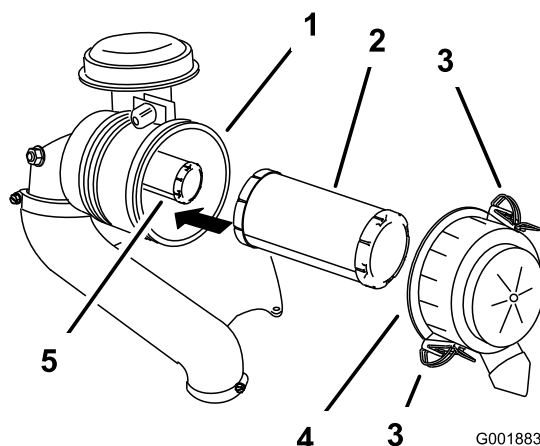

Figura 36
3. Presione hacia abajo para abrir los enganches del limpiador de aire y tire de la tapa del limpiador de aire para separarla de la carcasa del limpiador de aire (Figura 36).
5. Extraiga con cuidado el filtro primario del cuerpo del limpiador de aire (Figura 36). Evite golpear el filtro contra el lado de la carcasa.
1. No limpie el filtro de papel, cámbielo (Figura 36).
2. Si va a cambiar el filtro secundario, deslícelo cuidadosamente en el cuerpo del filtro (Figura 36).
3. Deslice cuidadosamente el filtro primario por encima del filtro secundario (Figura 36). Asegúrese de que está bien asentado empujando sobre el borde exterior del filtro mientras lo instala.
4. Instale la tapa del limpiador de aire y gírela hasta que los enganches la bloqueen en su sitio (Figura 36).